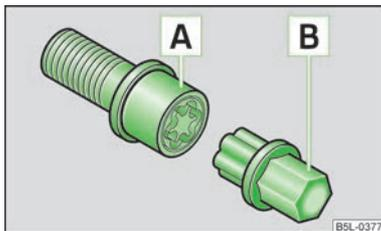

Abb. 136
- › Den Adapter **B** » Abb. 136 mit seiner verzahnten Seite bis zum Anschlag so in die innere Verzahnung der Anti-Diebstahl-Radschraube **A** stecken, dass nur noch der äußere Sechskant herausragt.